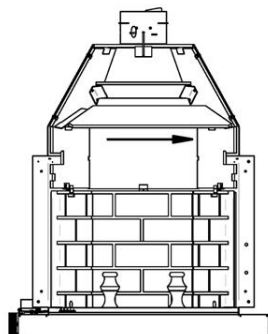

Figure 40.1
1. Pour enlever le premier coupe-feu supérieur, déplacez la pièce vers la gauche et elle se détachera de son support. Figure 40.1